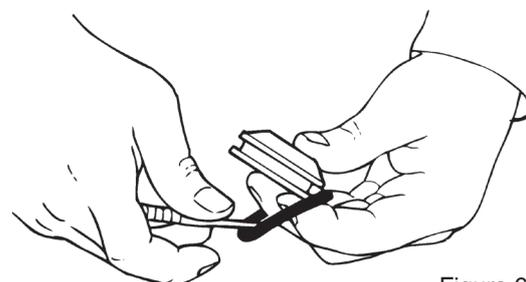

Figura 6.9
6. Cuidadosamente, remova o anel em "O" do pistão. Use a ponta de uma ferramenta pequena para facilitar esta remoção. Tenha muito cuidado para não danificar o pistão. Figura 6.9.